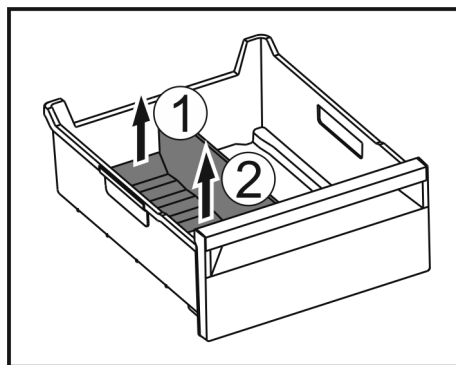

Fig. 213
- Sollevare la parte posteriore del divisore dello scomparto del ghiaccio. Fig. 213 (1)
- Rimuovere il divisore dello scomparto del ghiaccio verso l'alto. Fig. 213 (2)